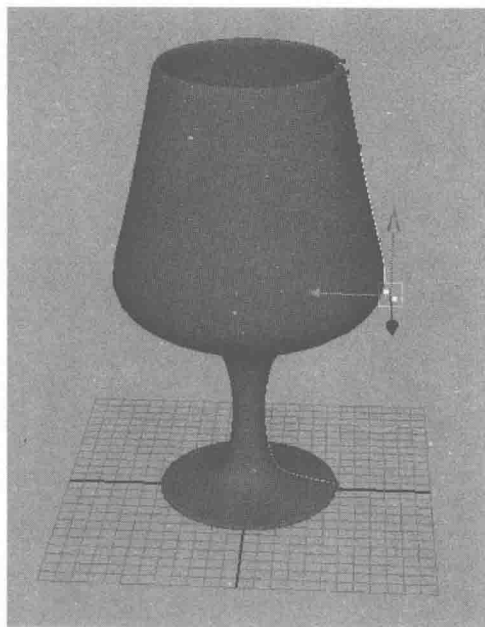

图 1-21
- 7) 通过编辑 CV 控制点，将模型的形状调整到如图 1-21 所示。